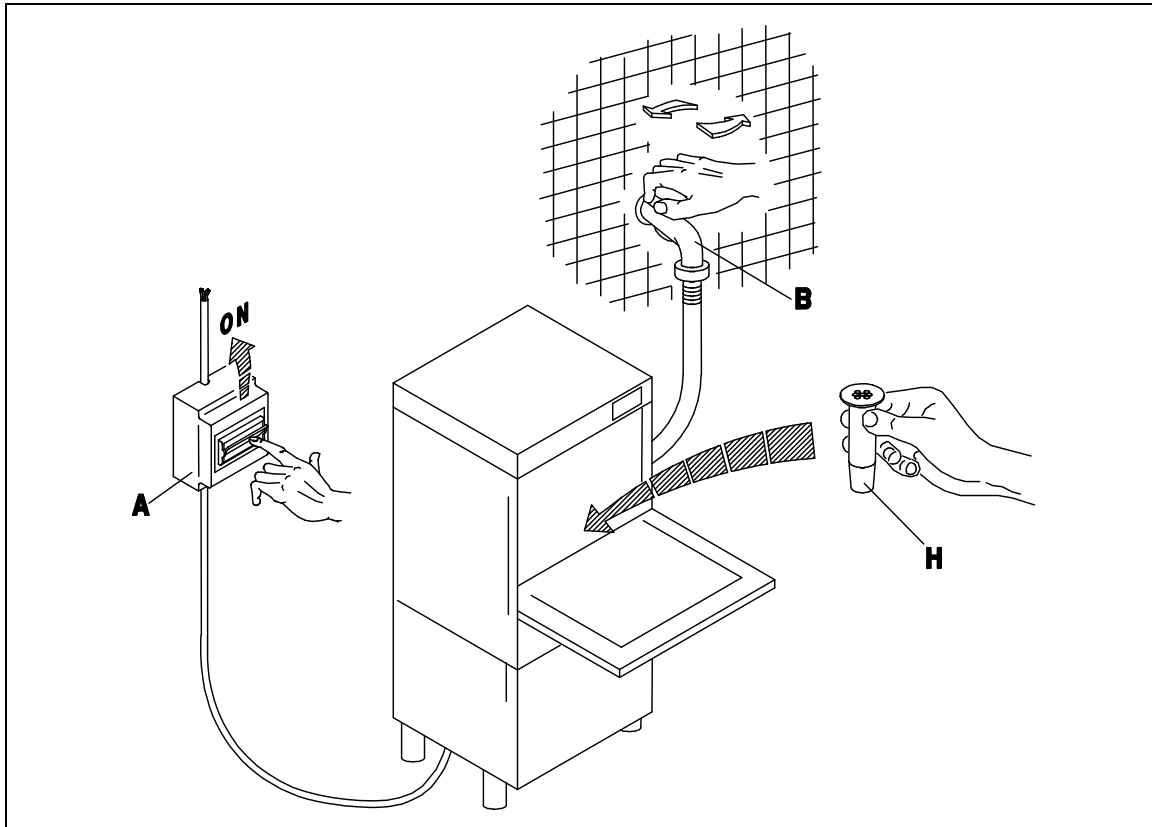

Fig. 3-1
- Aprire il rubinetto dell'acqua (B), inserire l'interruttore generale (A). Attivare l'interruttore principale dell'apparecchio (1), ne consegnerà l'accensione della spia (A) evidenziando che la macchina è sottoposta a tensione. A porta chiusa l'apparecchio si riempie d'acqua e alla fine del carico, si inseriscono automaticamente le resistenze della vasca e del boiler in alternanza. Il funzionamento delle resistenze è reso visibile dall'accensione delle spie (D) ed (E). Quando entrambe le spie si spengono l'acqua avrà raggiunto le temperature impostate e l'apparecchio sarà pronto per iniziare il lavaggio. (fig. 3-1÷3-2)
- Turn on the water tap (B) and switch on the master switch (A). Turn the appliance ON switch (1), which will cause the warning light (A) to illuminate, indicating that the machine is live. When the door is closed the appliance fills with water. When it is full, the tub and boiler heating elements come on automatically in alternation. When the elements are activated, the warning lights (D) and (E) are illuminated. When both warning lights go out the water has reached the set temperature and the appliance is ready to begin the washing cycle. (fig. 3-1÷3-2)
- Öffnen Sie den Wasserhahn (B) und betätigen Sie den Hauptschalter (A). Beim Betätigen des Hauptschalters (1) am Geschirrspüler wird die Anzeige (A) aufleuchten, an der Sie erkennen können, daß die Maschine unter Spannung steht. Bei geschlossener Tür läuft Wasser in die Maschine; ist die nötige Wassermenge einmal erreicht, so schalten die Widerstände des Spülbehälter und des Boilers automatisch, eines nach dem anderen, ein. Der Betrieb der Widerstände wird durch das Aufleuchten der Anzeigen (D) und (E) erkennbar. Beide Leuchtanzeigen erlöschen, wenn das Wasser eine vorbestimmte Temperatur erreicht hat, d. h. wenn die Maschine betriebsbereit ist. (fig. 3-1÷3-2)
- Ouvrir le robinet (B) et insérer l'interrupteur général (A). Ouvrir l'interrupteur principal de l'appareil (1), le voyant (A) s'allumera ce qui signifie que la machine est branchée. L'appareil se remplit d'eau avec porte fermée et à la fin du chargement les éléments chauffants de la cuve et du boiler entrent automatiquement en action en alternance. Les voyants (D) et (E) s'allument quand les éléments chauffants fonctionnent. Les deux voyants s'éteignent dès que l'eau a atteint la température programmée et l'appareil est prêt pour commencer le lavage. (fig. 3-1÷3-2)
- Abrir el grifo del agua (B), conectar el interruptor general (A). Activar el interruptor principal del aparato (1); el encendido de la luz testigo (A) indica que la máquina está en tensión. Con puerta cerrada el aparato se llena de agua y cuando la carga esté terminada se conectarán automáticamente las resistencias del tanque y de la caldera en la alternación. El funcionamiento de las resistencias es señalado por el encendido de las luces indicadoras (D) y (E). Cuando ambas luces se apaguen, el agua habrá alcanzado la temperatura programada y el aparato estará listo para empezar el lavado. (fig. 3-1÷3-2)
- Abrir a torneira de água (B), acionar o interruptor geral (A). Acionar o interruptor principal do aparelho (1), a luz (A) se acende evidenciando que a máquina esta sob tensão. Uma vez fechada a porta se enche de água e no final, as resistencias do cuba e do boiler começam a funcionar automaticamente na alternação. As luzes (D) e (E) indicam o funcionamento das duas resistencias. Quando ambas se apagarem é porque a temperatura alcançou seu nível desejado e a máquina estará pronta para iniciar a lavagem. (fig. 3-1÷3-2)
- Draai de waterkraan (B) open en schakel de hoofdschakelaar (A) in. Schakel de hoofdschakelaar van het apparaat (1) in waarna het lampje (A) gaat branden waaruit blijkt dat de machine onder stroom staat. Als de deur dichtgedaan wordt, loopt het apparaat vol met water en na afloop van het vollopen worden de verwarmingselementen van de kuip en van de boiler automatisch ingeschakeld in de afwisseling. De werking van de verwarmingselementen blijkt uit het feit dat de lampjes (D) en (E) gaan branden. Als allebei de lampjes uitgaan dan heeft het water de ingestelde temperatuur bereikt en is het apparaat klaar om met het afwasprogramma te beginnen. (Afb. 3-1 - 3-2)
- Doe na het vollopen de deur open (I) en doe er afwasmiddel in (ongeveer 2 g per liter inhoudscapaciteit van de kuip). Doe de beladen korf (L) erin en doe de deur (I) dicht. Druk nu op de START knop (3) waarna (minstens 2 seconden) het afwasprogramma zal beginnen dat aangegeven wordt door het controlelampje (C); het einde van het programma valt samen met het uitgaan van dit lampje. Wanneer knoop (2) aan het eind van de cyclus wordt onderdrukt (spoeling washing+hot) een spoeling kan bij de temperatuur van het inputwater worden uitgevoerd. De duur van deze fase is 20 seconden; tijdens de cyclus de geleide (c) flitsen. Om de machine uit te schakelen moet u de schakelaar (1) uitschakelen door hem op de stand (0) te zetten, lampje (A) uit (Afb. 3-1 ÷ 3-3).